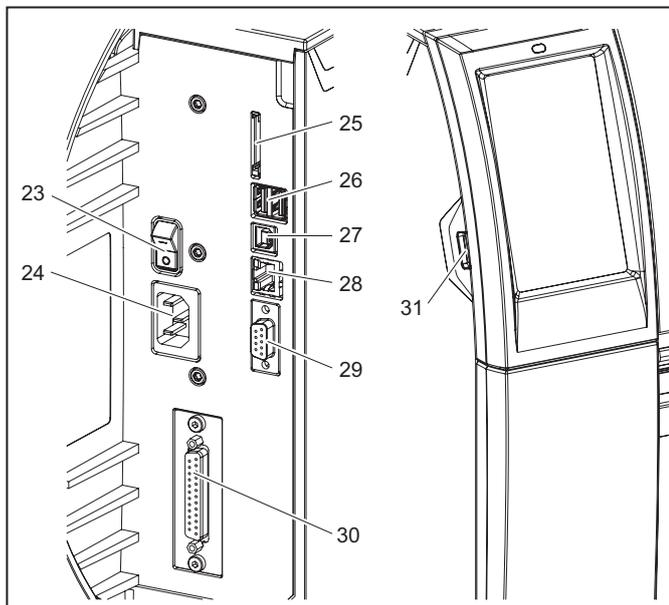

Bild 3.3 Anschlüsse
- ▶ Stecken Sie das Netzkabel in die Netzanschlussbuchse (36, Bild 3.3).